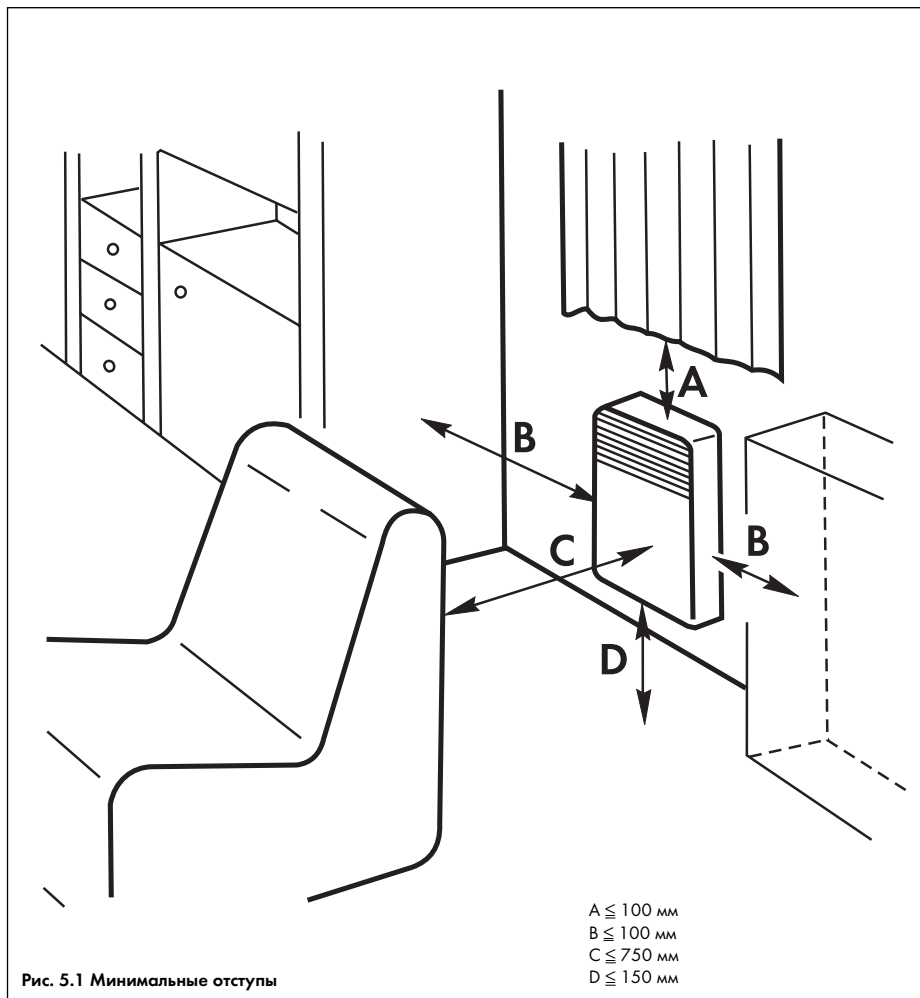

Рис. 5.1 Минимальные отступы
- Никогда не вешайте прибор непосредственно вблизи гардин, штор или других подобных занавесей (см. рис. 5.1 стр. 4).
Прибор должен устанавливаться в вертикальном положении как показано на рис. 5.1.
Место для монтажа должно быть выбрано так, чтобы не допустить случайных прикосновений к нему людей, находящихся в ванне или душе. Прибор должен крепиться только в вертикальном положении и только к вертикальной стене. Не допускается размещать прибор под электрической вилкой. Минимальные отступы прибора от других предметов показаны на рис. 5.1.